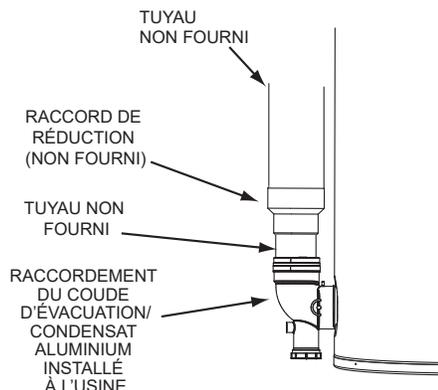

Figure 20. Raccordement d'évacuation (gaz de combustion)
11. Pour installer un tuyau de diamètre différent, poser un adaptateur pour tuyau de diamètre inférieur au niveau du coude d'évacuation sur le chauffe-eau, comme illustré à la *Figure 20* (page 32). Le tuyau installé sur place entre le coude d'évacuation et le raccord de réduction doit être de 45 cm (18 po) de long au maximum.
12. Pour installer un tuyau d'évacuation de diamètre différent, poser un adaptateur pour tuyau au niveau du coude d'évacuation sur le chauffe-eau, comme illustré à la *Figure 20* (page 32). Le tuyau installé sur place entre le coude d'évacuation et le raccord de réduction doit être de 45 cm (18 po) de long au maximum.